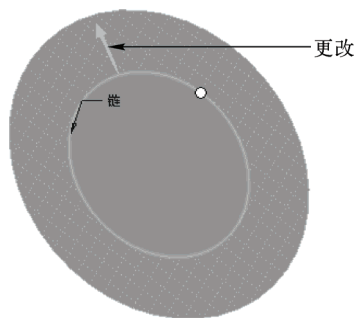

图 10-25 更改修剪方向
STEP 03 打开“曲面修剪”选项卡，在绘图区中选择曲线，并更改修剪方向，如图 10-25 所示。